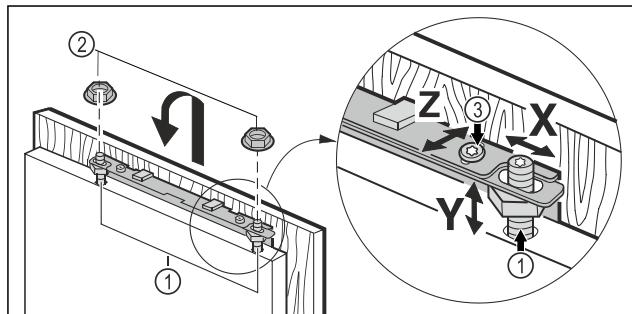

Fig. 18
- ▶ Agătați ușa mobilierului pe bolțurile de reglare Fig. 18 (1) și înșurubați contrapiulișele Fig. 18 (2) slab pe bolțurile de reglare.
- ▶ Aliniați ușa mobilierului pe înălțimea Y și înclinarea laterală: Reglați bolțurile de reglare Fig. 18 (1) cu ajutorul unei surubelnită.
- ▶ Strângeți contrapiulișele Fig. 18 (3).